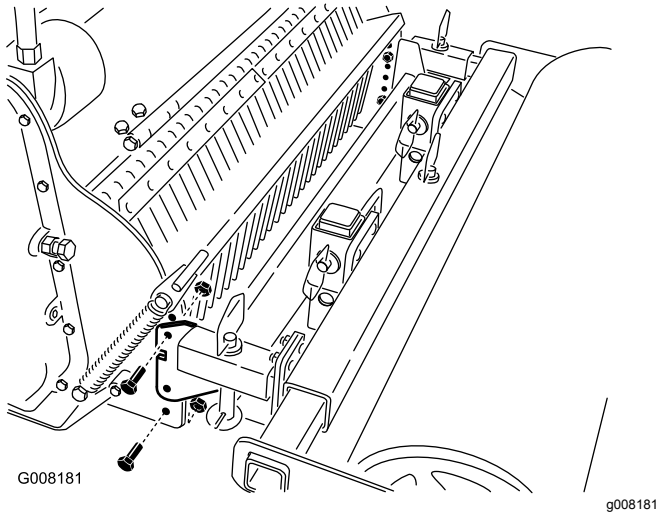

Figure 6
2. Retirez les boulons de fixation des bras sur le cultivateur (Figure 6).
3. Placez les bras dans le jeu de trous correspondant à la profondeur de travail recherchée (Figure 6).